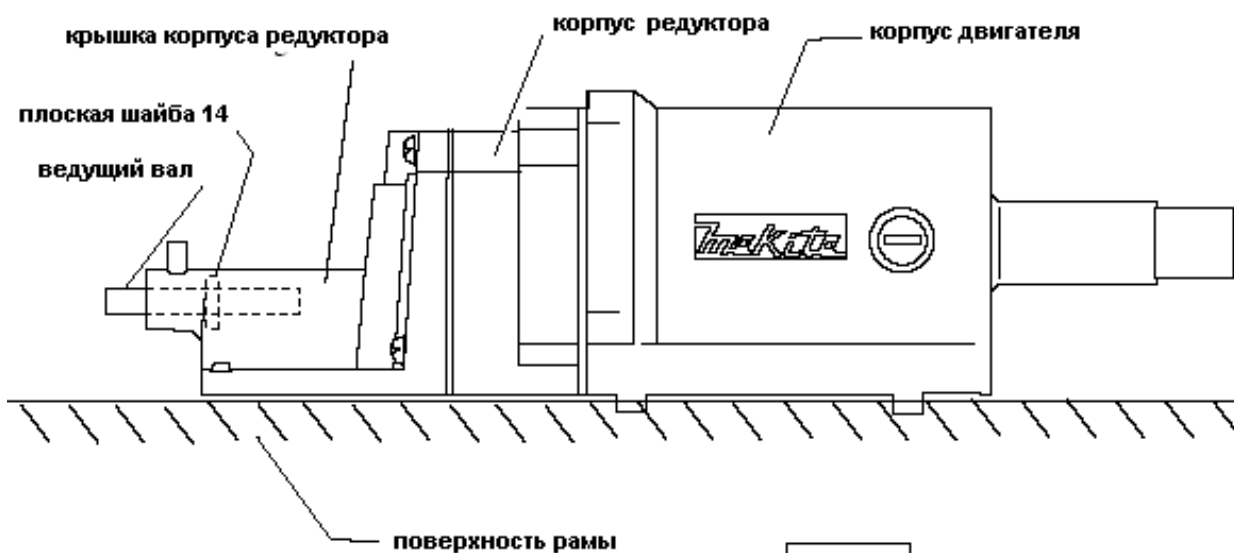

рисунок 4
7. При сборке не забудьте установить на ведущий вал плоскую шайбу 14 (смотри рисунок 4).